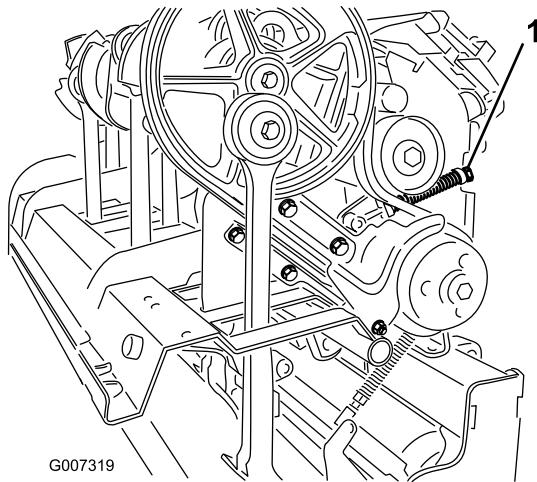

图38
4. 要释放怠轮弹簧张紧力应松开固定弹簧定位器 图38 的锁紧螺母并旋转弹簧定位器。